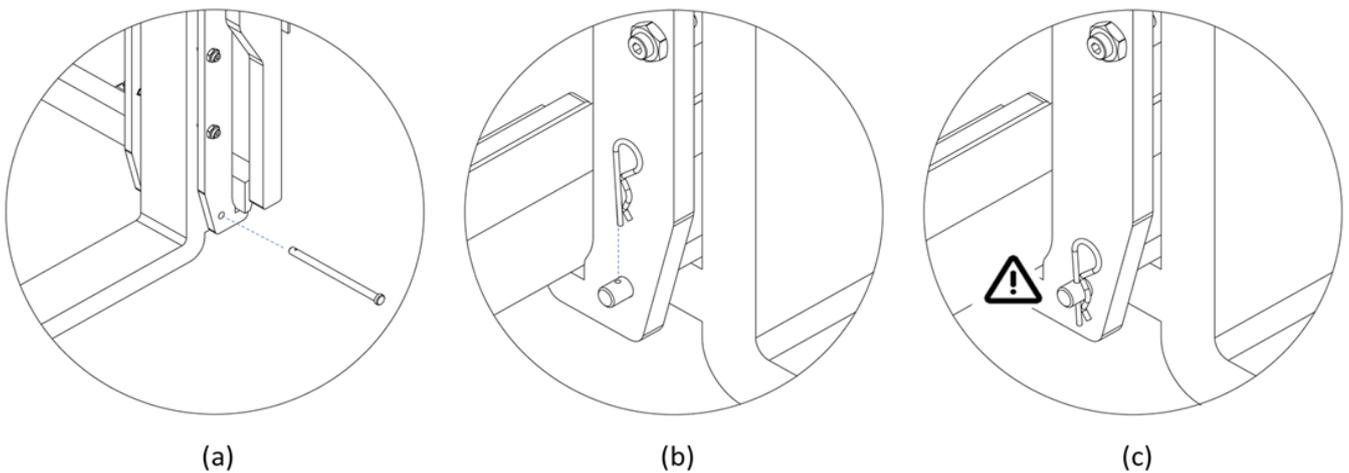

Figure 11
1. Insérez les goupilles de fixation des crochets inférieurs des fourches et vérifiez que le crochet de fourche est bloqué par la goupille elle-même (voir *Figure 11, a*).
2. Insérez la goupille de sécurité dans le trou de la goupille et assurez-vous qu'elle est verrouillée (voir *Figure 11, b*).
4. Vérifiez que les goupilles de sécurité sont présentes sur les deux fourches et correctement positionnées avant de commencer tout mouvement (voir *Figure 11, c*).